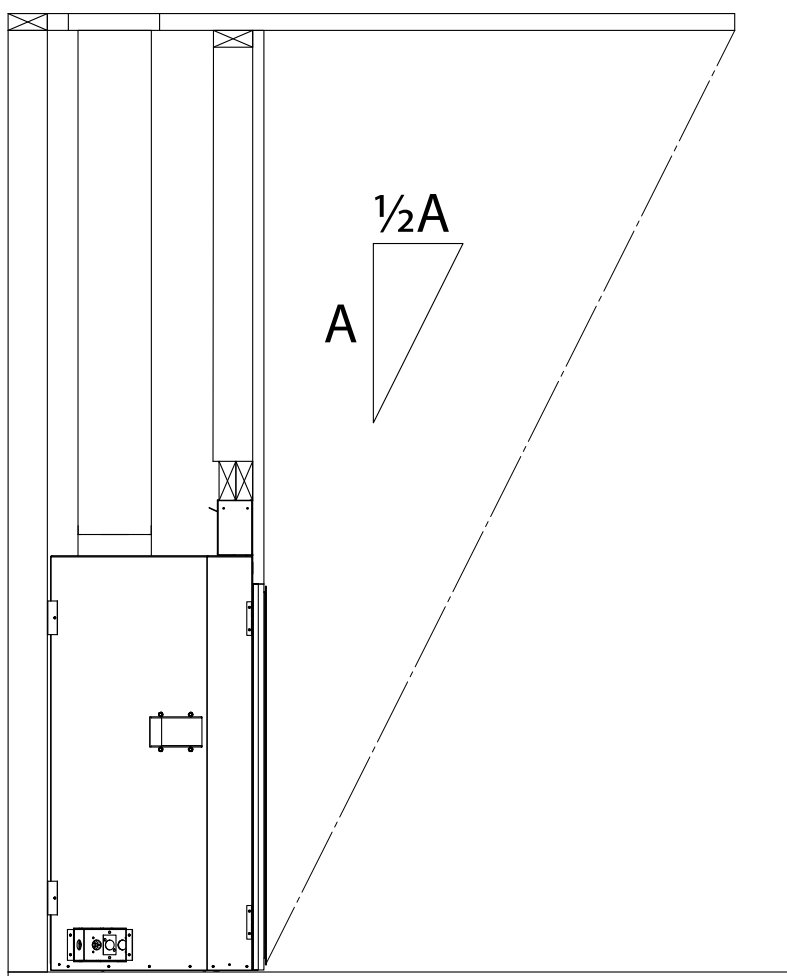

Figure 41: Exigences de profondeur de surplomb de toit
- La cheminée doit être protégée par un surplomb de toit d'une profondeur d'au moins la moitié de sa hauteur à partir de la base du foyer comme indiqué dans Figure 41.